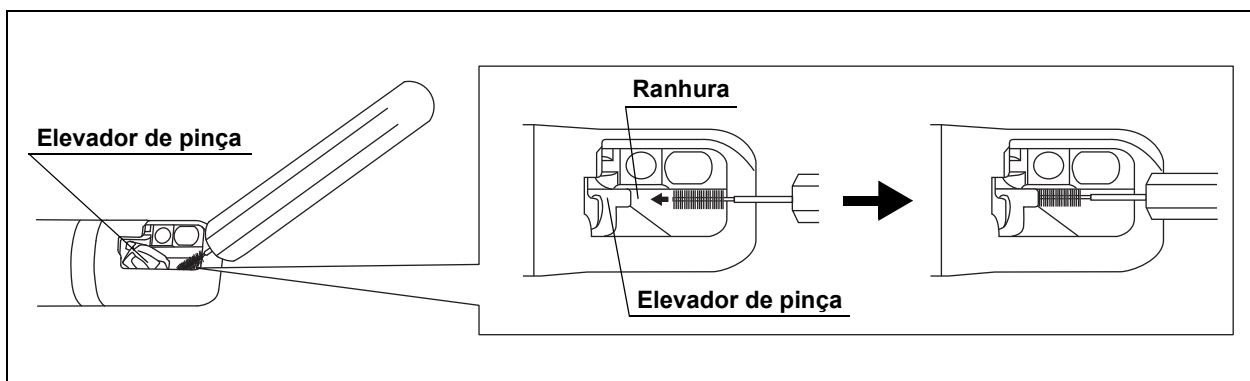

Figura 5.27
7. Insira a cabeça da escova lentamente no entalhe debaixo do elevador da pinça até que a extremidade da escova toque na parede atrás do elevador. (Consulte Figura 5.27)
Para evitar danificar a escova, certifique-se de que a escova é inserida suavemente no entalhe debaixo do elevador da pinça apresentado como “Entalhe” na Figura 5.27.